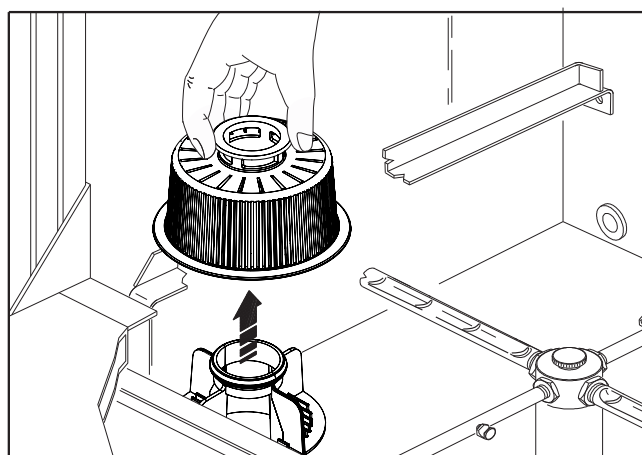

Abb. 17
5. den Filter der Spülpumpe (Abb. 17) herausnehmen und reinigen, dies gilt auch für andere Filter der Wanne, falls vorhanden